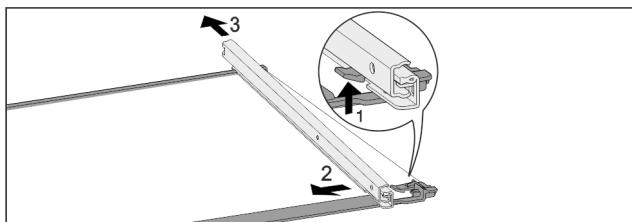

Fig. 125 Стъклена плоча с релси
- Натиснете нагоре предните фиксиращи палци. Fig. 125 (1)
- Пълзнете изтеглящата релса настрани Fig. 125 (2) и назад Fig. 125 (3).